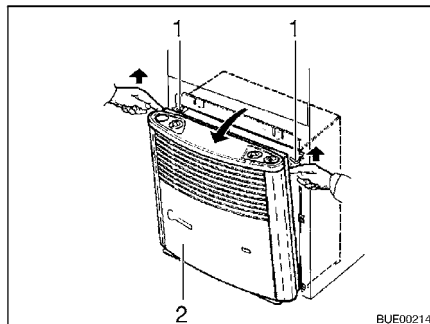

Bild 117 Ta bort höljets främre del från värmeaggregatet
- Tag bort värmeaggregatets hölje (Bild 117,2). Drag höljet framåt upptill, tryck upp hållfjädrarna (Bild 117,1) på sidan och fäll ut höljets främre del.